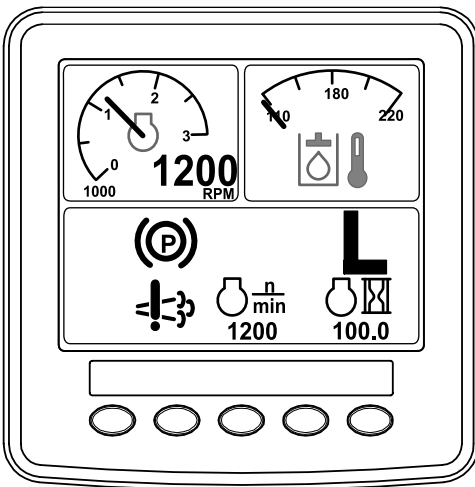

Figura 64
- Aparece el icono de regeneración de recuperación en el InfoCenter (Figura 64).